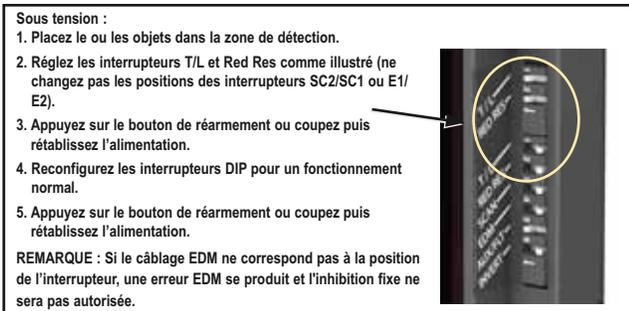

Figure 3-17. Configuration des interrupteurs DIP pour l'apprentissage de l'inhibition fixe
- Lorsque le système fonctionne normalement ou qu'il est sous tension, basculez le *premier* et le *deuxième* interrupteur DIP (T/L et Red Res) à gauche (réarmement automatique et résolution réduite en position activée). Reportez-vous à la figure 3-17.